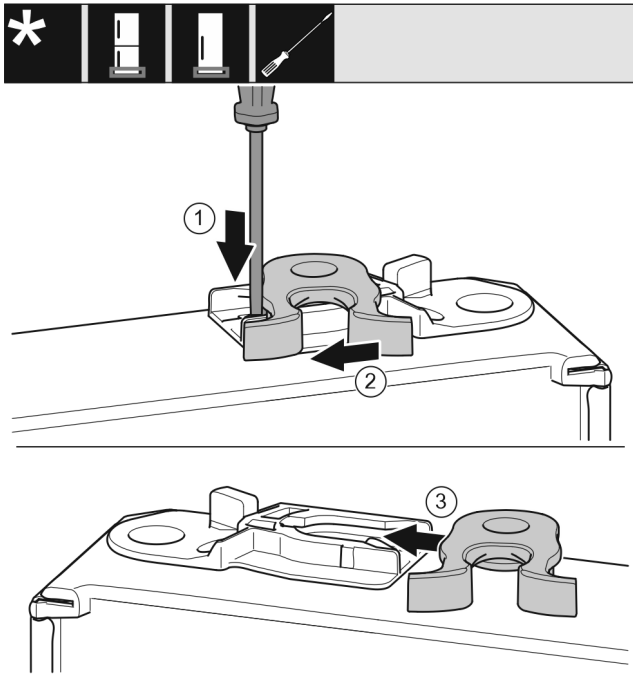

Fig. 17
- Strip Fig. 17 (1) met een platte schroevendraaier omlaag drukken.
- Sluithaak Fig. 17 (2) uit de geleiding trekken.
- Sluithaak Fig. 17 (3) aan andere zijde in geleiding schuiven.